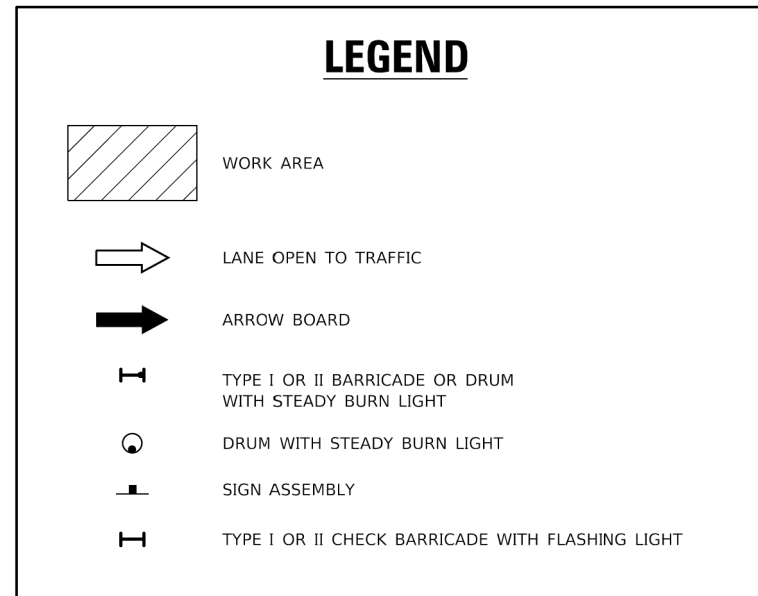

**FIGURE 1**
1. A) WHEN "L" IS ≤ THE STORAGE LENGTH OF THE TURN LANE (AS SHOWN IN FIG. 1), USE FIGURE 1.